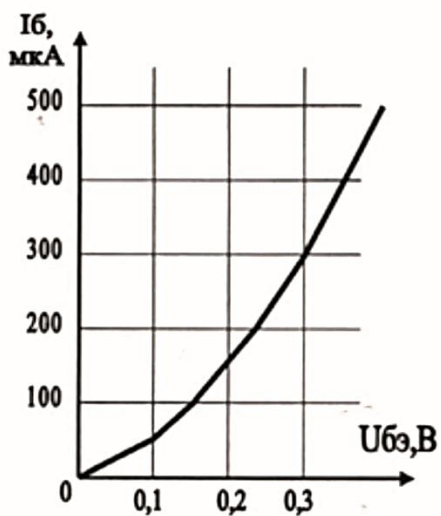
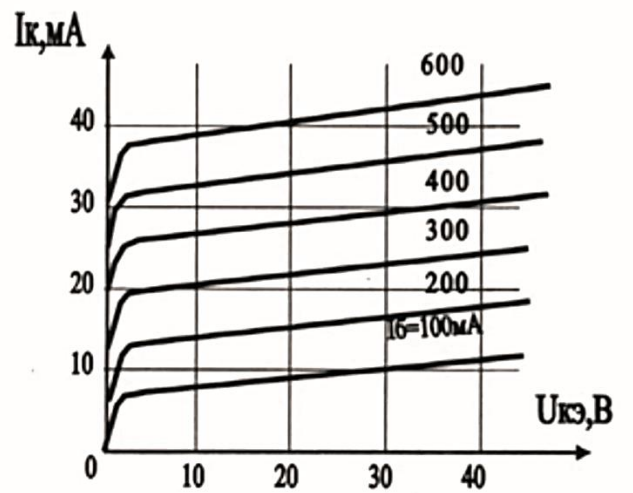

рис.25
рис.26
Пример 1. Для транзистора, включенного по схеме с общим эмиттером, определить коэффициент усиления $h_{21Э}$, по его входной характеристике (рисунок 25 приложение А) и выходным характеристикам (рисунок 26 приложение А), если $U_{БЭ} = 0,4В$; $U_{КЭ} = 25В$. Подсчитать коэффициент передачи тока $h_{21Б}$ и мощность рассеиваемую на коллекторе транзистора P_K .
3. На выходных характеристиках (рисунок 26) строим отрезок АВ, из которого находим: $\Delta I_K = AB = I_{K1} - I_{K2} = 36 - 28 = 8$ мА;